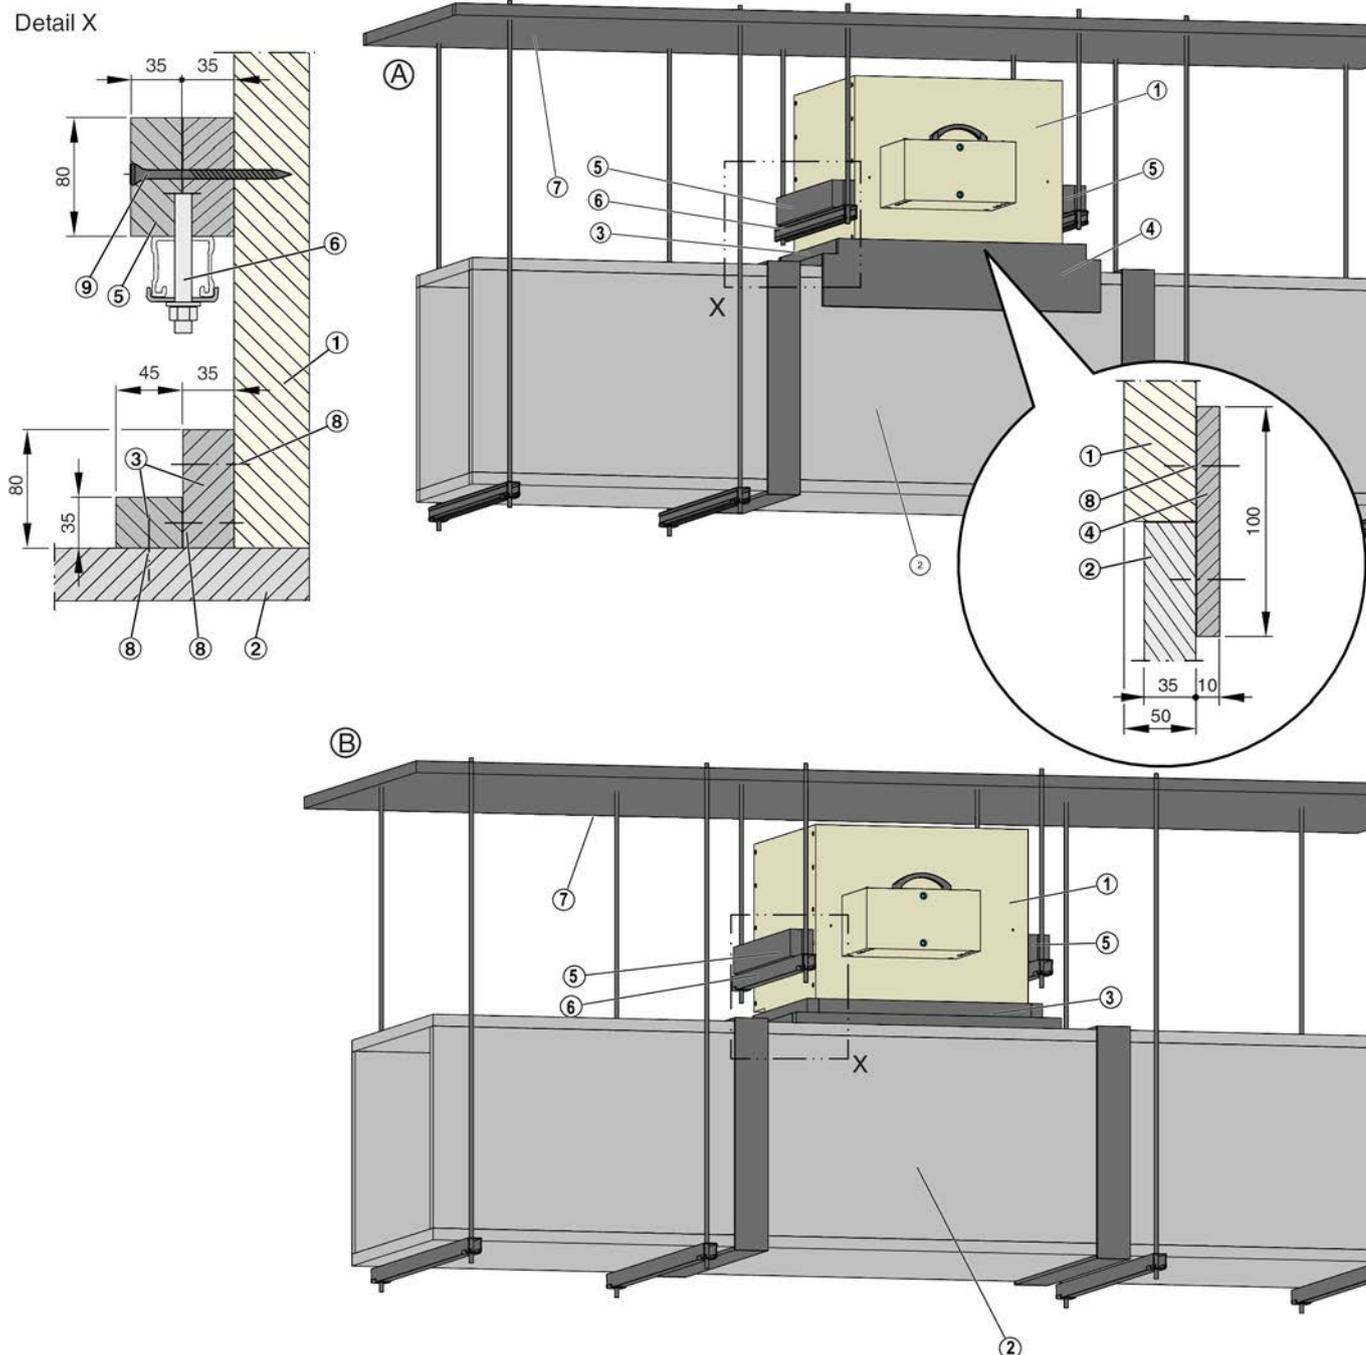

Fig. 22: Instalación horizontal en red de conductos para extracción de humo, índice de clasificación: hod
1. ▶ Fijar las tiras de refuerzo (Fig. 22 /5) a ambos lados con tornillos para pared; (pre-taladrar con $\varnothing 3 \text{ mm}$), $\leq 100 \text{ mm}$ distancia entre tornillos, se deberán emplear como mínimo 2 tornillos.
4. ▶ Conectar el conducto para extracción de humo a la compuerta mediante una sección en ángulo (Fig. 22 /3) entre el conducto y la compuerta. Aplicar pegamento en las juntas de las secciones en ángulo, en los conductos para extracción de humo y en la compuerta para control de humo, unir las partes con grapas de acero, a una distancia de $\leq 150 \text{ mm}$.